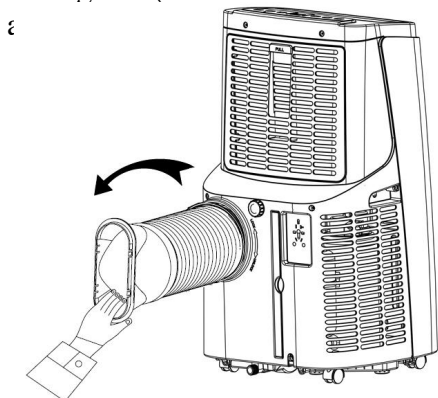

Figure 1
1.1 Installez l'ensemble de la gaine d'évacuation (comme illustré à la figure 1): vissez l'ensemble de la gaine (extrémité de l'embout d'échappement) dans l'orifice d'échappement sur le panneau